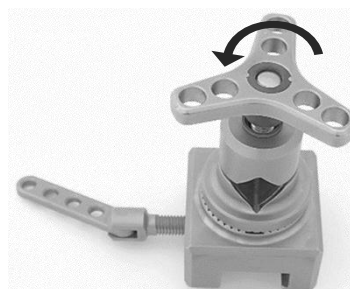

Fig. 16
Vrid stjärnhandtaget (1) moturs tills det kan tas bort (fig. 16).